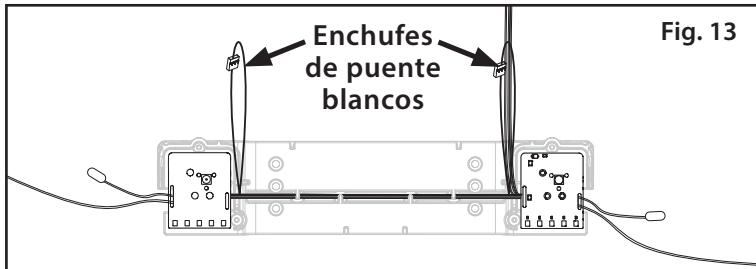

Fig. 13
1. Retire los tornillos de cabeza semiesférica de 2.6 x 8 mm (A) (8) para quitar la estructura de la rejilla frontal (B) y la rejilla delantera (C) de la carrocería (*consulte el Diagrama de ensamblaje de iluminación para obtener más información*). Retire los tornillos de cabeza de botón de 1.6 x 5 mm (D) (2) de cada lente de luz delantera (E) y retire los ensamblajes de la estructura de la rejilla frontal. Conserve y reutilice la lente de plástico de luz delantera, los reflectores, la lente reflectora y todo el hardware.
2. Instale las placas de circuito (F) en el soporte de la rejilla. Pase el arnés conectando las dos placas de circuito a través de los retenedores de cables en la parte frontal de la estructura. Pase los lazos de los cables y los cables de alimentación en la ranura pequeña y sobre la parte superior de la estructura como se muestra (Fig. 13). **Desconecte los enchufes de puente blancos.**